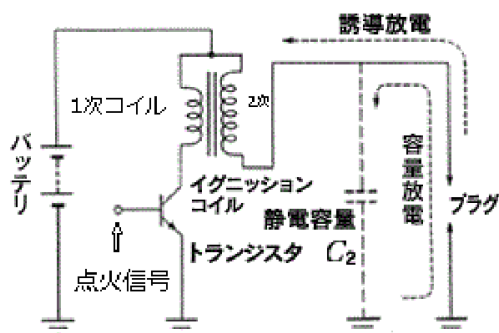

図 8-1 イグニッションコイルの内部構造
①BTDC・・・上死点前のこと。エンジンのピストンが上死点に達する前の角度の事である。回転数が早くなるにつれ点火時期は早めなければポンピングロス（圧力損失）を生んでしまうため、上死点前になる前に点火信号を出さなければならない。プログラム中ではロータリエンコーダのA相をカウントしてCCPR2に設定したカウント上限値に達したら、点火信号が送られるという仕組みになっている。
②ドエル角・・・点火毎の点火エネルギーを十分に確保させるために設けるための時間。時間を設けると言うことはクランク角が進むことと同義のため、角度で表す必要がある。ドエル角は通常「通電角」とも呼ばれ、ドエル角を大きく取ると点火エネルギーを大きくすることが出来る。点火するときにはイグニッションコイルを用いている。イグニッションコイルの内部構造を図8-1に示す。
図8-1に示すようにイグニッションコイルの内部には1次コイルと2次コイルが巻かれている。バッテリーから常に12Vかけてはいるが、点火信号が送られていないため1次コイルに電流は流れていない。点火信号が送られてくると、トランジスタに電流が流れスイッチング動作を起こし1次コイルに12VとGNDが繋がるため、電流が流れるようになる。イグニッションコイルは1次コイルに通電している電源を切ると2次コイルに誘導起電力が生じ2次コイル側に電流が流れる仕組みになっている。子の1次コイルに電流を流している時間のことをドエル角という。ドエル角の動作モデル図を図8-2に示す。